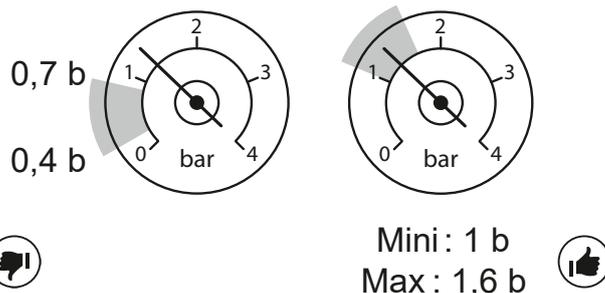

fig. 4 - Plages de pression
- Si besoin ("fig. 4 - Plages de pression") :